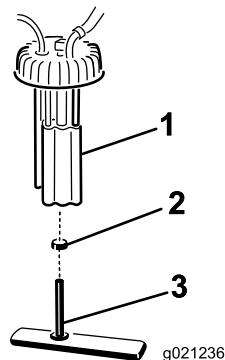

Figure 49
2. Débranchez les connecteurs des faisceaux de câblage de la pompe à carburant (Figure 49).
3. Déposez la pompe à carburant et le filtre à carburant du réservoir (Figure 49).
4. Enlevez le collier qui fixe le flexible du filtre à carburant au raccord de la pompe à carburant. Débranchez le flexible du raccord (Figure 49).